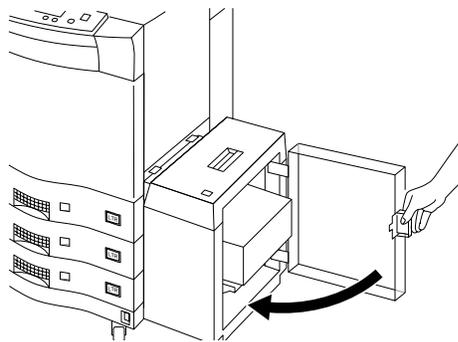

Abbildung 4-12 HLZ-Tür schließen
3. Legen Sie das Papier ein, und schließen Sie die HLZ-Tür. Siehe Abbildung 4-12.